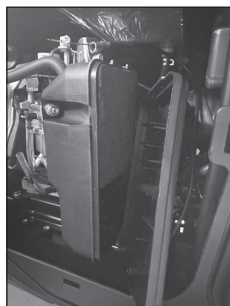

Рис. 18
4. Поместите фильтрующий элемент на место (рис. 18) и закройте крышку фильтра (следите за тем, чтобы крышка плотно прилегала к корпусу).